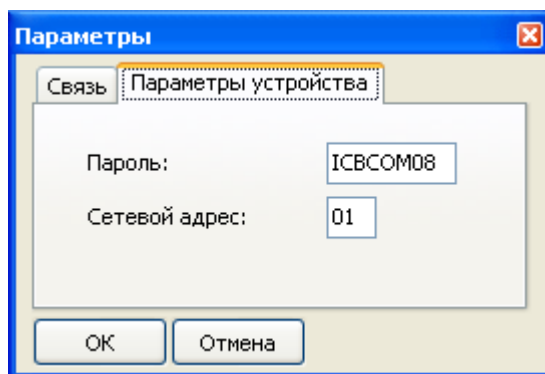

Рисунок 6 – Окно настройки параметров устройства.
- В окне «Параметры» на вкладке «Параметры устройства» настроить адрес устройства (см. рисунок 6).